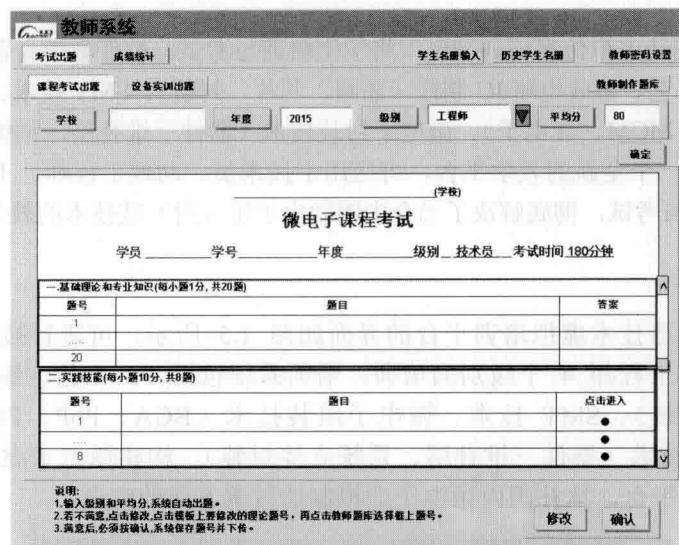

图 1.6 教师系统界面
- ① 学员管理：按规定格式的文本，可自动输入学生姓名和学号。
- ② 微电子技术课程考试、设备实训和资格认证考试管理，系统自动出题、批卷和统分，支持教师对理论考题进行修改，如图 1.6 所示。